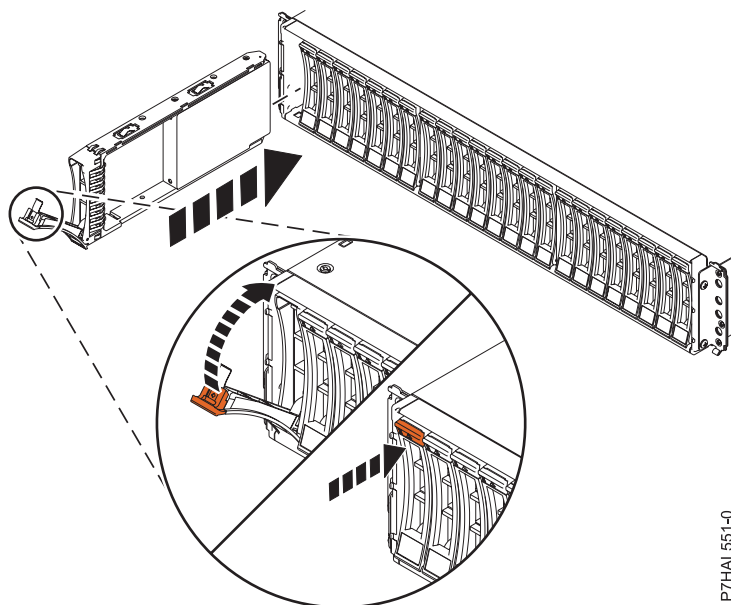

Figura 12. Instalación de la unidad de disco en Alojamiento de unidad de disco 5887
1. Con el asa en la posición de desbloqueo, consulte Figura 12 en la página 23, sostenga la unidad por la parte inferior mientras la alinea con los rieles de guía de la unidad de expansión.